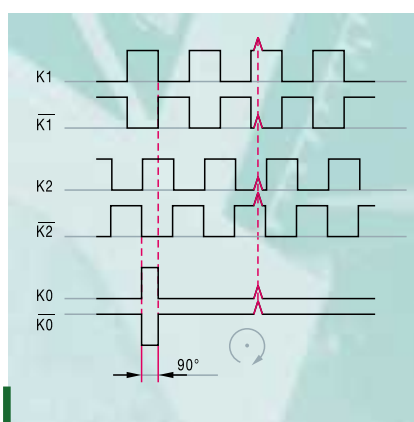

Bild 3: Rechtecksignale eines Doppel-Kanal Digital-Tachos mit Nullimpuls und invertierten Signalen zur Unterdrückung von überlagerten Störsignalen (➔ Seite 24).
Digital-Tachos geben bei Drehung der Welle eine Folge von **Rechteck-Impulsen** (➔ Bild 3) ab, deren Anzahl dem überstrichenen Winkel proportional ist („Winkelcodierer“). Die ab einem Referenzpunkt (Nullimpuls) gezählten Impulse sind ein direktes Maß für den Drehwinkel bzw. die **Position**, während aus der Anzahl der Impulse pro Zeiteinheit die **Drehzahl** ermittelt wird.
- **Doppel-Kanal** Digital-Tachos mit **Nullimpuls** (Referenzsignal): der zusätzliche, mit den zwei um 90° versetzten Ausgangssignalen K1 und K2 synchronisierte Nullimpuls K0 (➔ Bild 3 und 4) bietet die Möglichkeit, volle Umdrehungen zu zählen.
- **Invertierte Signale** erhöhen den Signal-Störspannungs-Abstand der Signalübertragung (➔ *Optimale Signalübertragung*, Seite 24): Zusätzlich zu den Ausgangssignalen K1, K2 und K0 stehen die invertierten Ausgangssignale $\bar{K1}$, $\bar{K2}$ und $\bar{K0}$ zur Verfügung (➔ Bild 3 und 4, Standard bei TTL-Rechteck- und Sinussignalen).